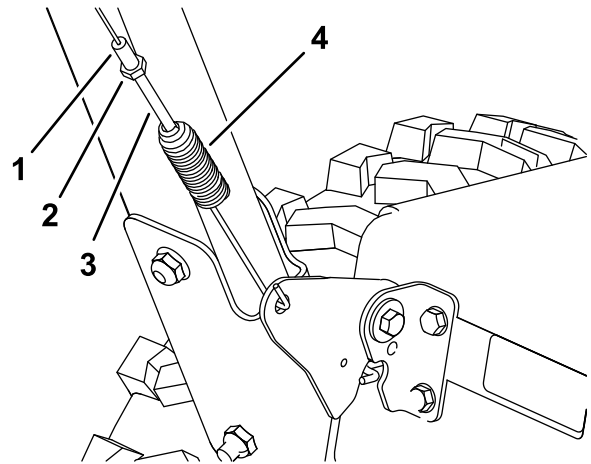
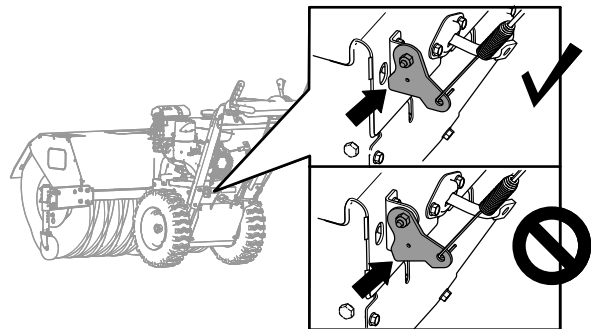

Figura 34
Figura 35
1. Desaperte a porca de bloqueio (Figura 34).
2. Rode o ajustador de tensão da mola até que o cabo fique esticado (Figura 34) e a parte inferior do suporte toque na placa superior da máquina (Figura 35).
3. Aperte a porca de bloqueio (Figura 34).